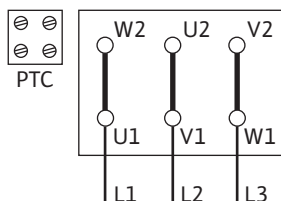
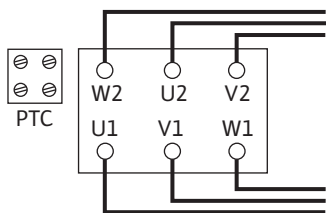

Fig. 5: Y-Δ-пуск
Fig. 6: Δ-схема
- Подключение к сети зависит от мощности двигателя P2, сетевого напряжения и типа пуска. Требуемое переключение соединительных перемычек в клеммной коробке можно определить по следующей таблице, а также Fig. 5 и Fig. 6.
Пуск Y-Δ (стандартный вариант)	Удалить соединительные перемычки (Fig. 5).
Пуск посредством устройства плавного пуска	Δ-переключение (Fig. 6)